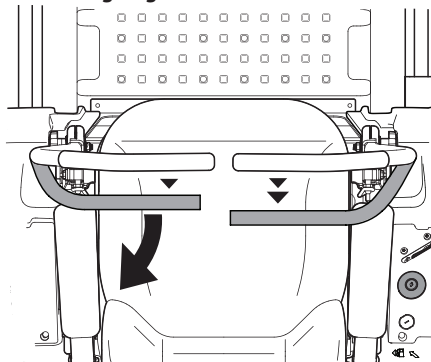

Figure 3-7
1. Pour tourner à gauche en marche arrière, poussez la barre de conduite gauche vers l'avant et tirez la barre de conduite droite vers vous. Voir Figure 3-7.